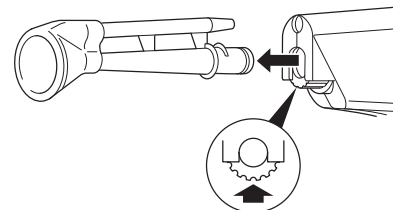

Figura 2 – Rimozione del gruppo della punta
- Premere il meccanismo di bloccaggio della punta e togliere il gruppo della punta dal manipolo (figura 2).